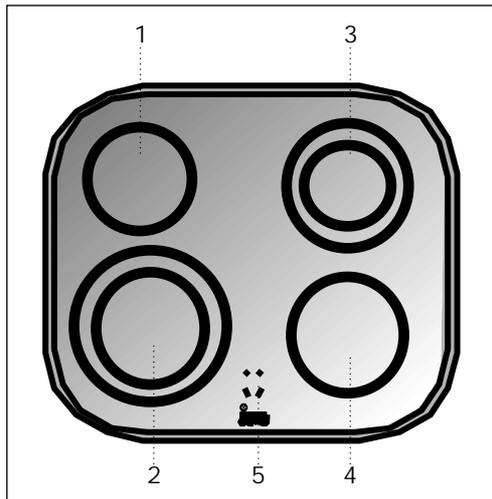

fig. 4
**Modelo VT HDC2** (ver fig. 4)